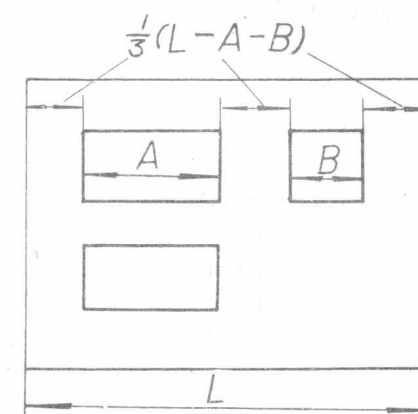

图 4
(2) 布置图面 其方法如图4所示, 例如图幅总长为 L , 在长度方向有两个图形, 长度各为 A 、 B , 则各空隙平均为 $\frac{1}{3}(L-A-B)$ 。当然, 亦可按具体情况将某一空隙, 例如中间空隙留大一些或留小一些。宽度方向可按同法进行布图。这样即可确定各图的主要对称轴线、中心线或主要轮廓线的位置。